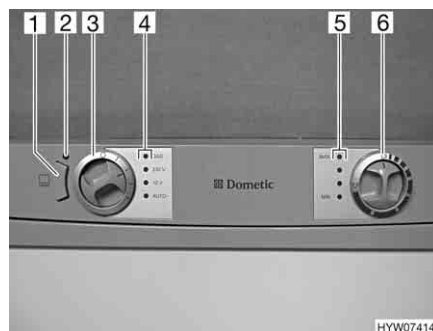

Bild 159 Reglage, knappar för kylskåpet (Dometic 7-serie med AES och RV)
Om 230 V-försörjningen **inte** är ansluten och fordonets motor är **avstängd**, väljer AES driftläget gasdrift. När gasdriften väljs öppnas tändsäkringen automatiskt så att gas kan strömma till brännaren. Samtidigt tillkopplas den elektroniska tändaren. Om gaslågan skulle slockna, t. ex. på grund av att det blåser, aktiveras tändaren direkt igen och tänder gasen. En störning vid gasdrift indikeras genom att kontrollampen "GAS" (Bild 159,4) blinkar rött.
När kylskåpet sätts på väljs automatiskt en termostatinställning i mittläge. Denna inställning kan ändras manuellt med vridregulatorn (Bild 159,6). Kontrollamporna (Bild 159,5) visar den valda termostatinställningen. Med hjälp av vridregulatorn ställs kyltemperaturen in för alla tre energikällor. Det tar alltid några timmar innan man har en normal drifttemperatur i kylskåpet. Om en omkoppling sker till en annan energikälla förändras termostatinställningen inte. Kyltemperaturen bibehålls oberoende av den valda energikällan.
Vid höga utetemperaturer och hög luftfuktighet kan det bildas vattendroppar på metallramen. Därför har kylskåpet ramvärme för frysfacket. Slå på ramvärmen med knappen (Bild 159,1) vid höga temperaturer och hög luftfuktighet. Detta förhindrar korrosion. När ramvärmen är påslagen lyser kontrollampen (Bild 159,2).
- Välj energikälla med energiväljaren (Bild 159,3). Motsvarande kontrollampa (Bild 159,4) lyser grönt.
- Ställ in kyltemperaturen med vridregulatorn (Bild 159,6). Kontrollamporna (Bild 159,5) visar den valda termostatinställningen.
En störning vid gasdrift indikeras genom att kontrollampen "GAS" (Bild 159,4) blinkar rött.
- Vrid energiväljaren (Bild 159,3) till läget "O". Ingen kontrollampa (Bild 159,4) lyser längre.